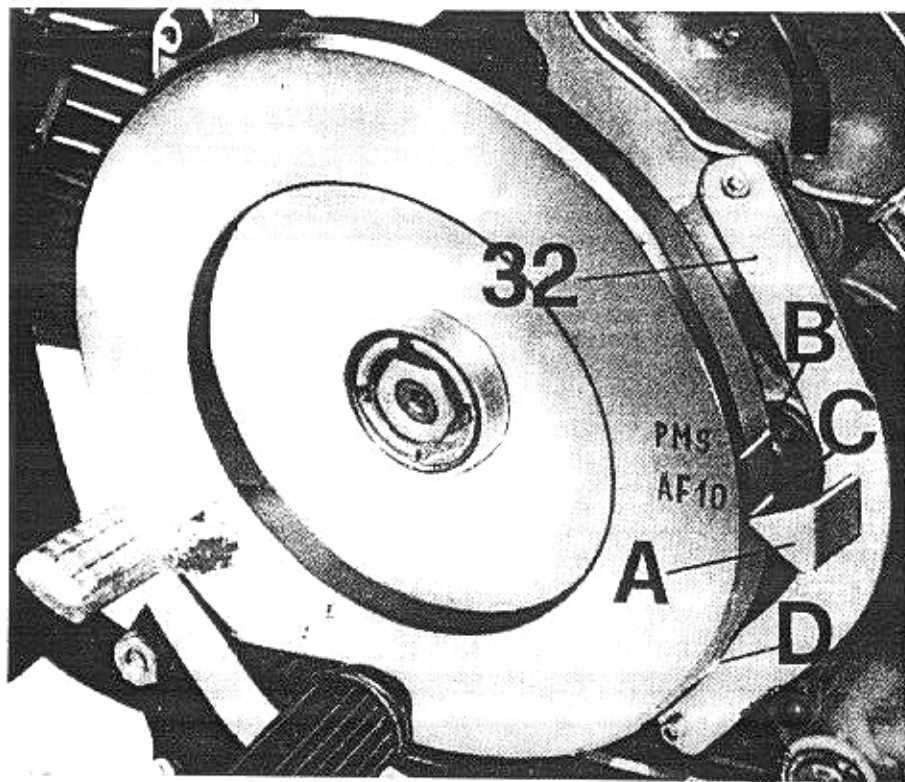
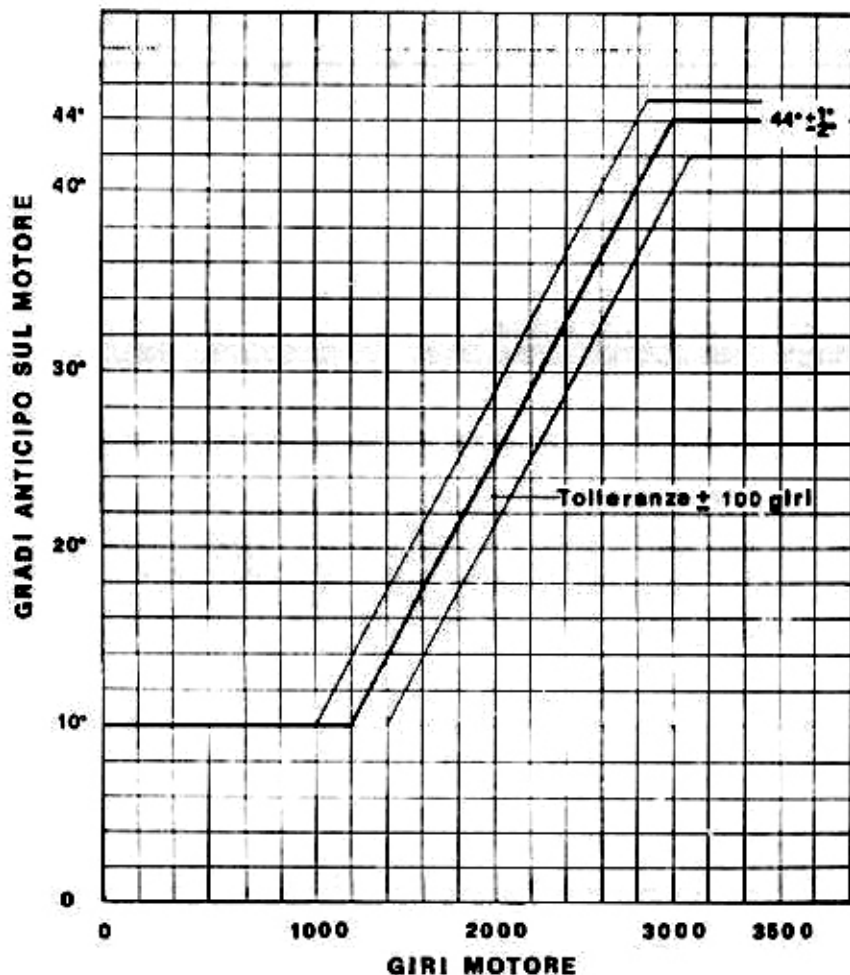

Fig. 19
Fig. 20
- Montare a mezzo viti sul coperchio interno del basamento l'attrezzo (32 di fig. 19 n° d'ordinazione 10915500).
- Assicurarci che il pistone sia a punto morto superiore, a fine fase di compressione con valvole chiuse. Il segno sul volano « P.M.S. » deve coincidere con la freccia dell'attrezzo (A di fig. 19).
- Ruotare il volano in senso antiorario finché il segno « AF10 » sul volano stesso si trova in corrispondenza con la freccia dell'attrezzo (A di fig. 19). A questo punto i contatti del ruttore devono dare inizio all'apertura.
Per eseguire il controllo dell'anticipo accensione bisogna innanzitutto segnare il punto (D di fig. 19). Sul volano motore, questo punto si trova a 44° rispetto il « P.M.S. » già segnato sul volano stesso.
I riferimenti sul volano si possono così definire (vedere fig. 19), e diagramma (vedere fig. 20).